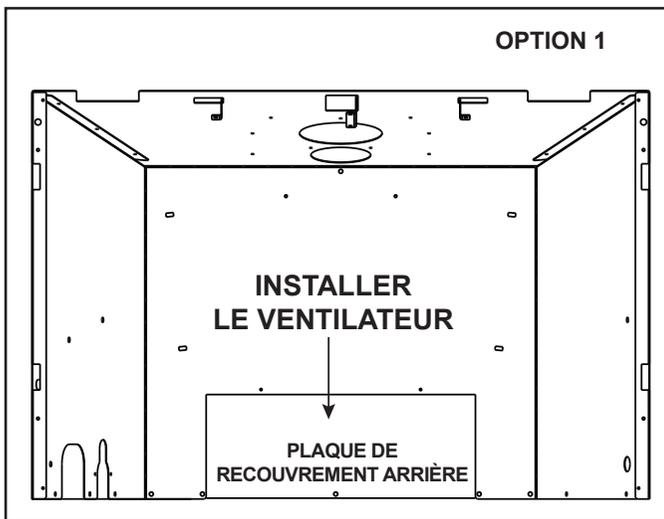

Figure 6.4 Couvercle retiré (option 1)
- Retirez les cinq vis de la plaque de recouvrement arrière. Voir la figure 6.4.